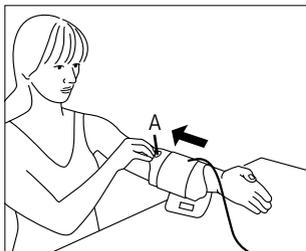

Fig. 1
- Măsurarea trebuie efectuată pe brațul gol. Dacă manșeta este complet desfăcută, introduceți capătul manșetei prin brida din metal, astfel încât să se formeze un laț. Sistemul de închidere cu arici trebuie să se aple pe partea exterioară. Prindeți manșeta de clapeta de prindere A (consultați fig. 1) și poziționați-o pe braț.